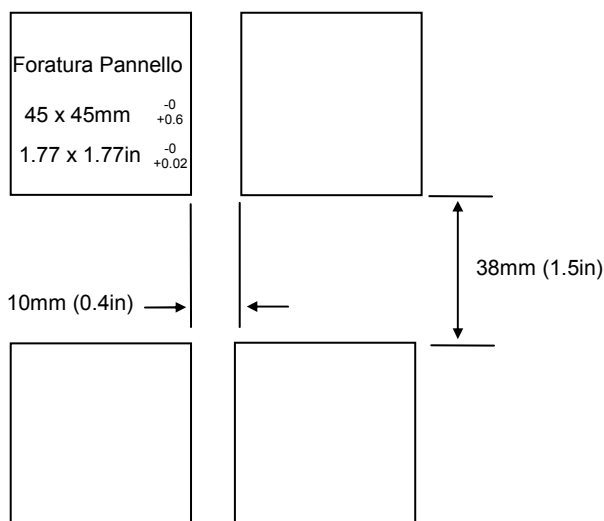

Figura 1-3 Foratura del pannello e spaziature minime
L'assemblaggio elettronico del regolatore si inserisce in una custodia di plastica rigida, che a sua volta si adatta alla foratura di pannello di sezione standard DIN visto in Figura 1-3.
1. Preparare la foratura del pannello di controllo alla misura vista in Figura 1-3.